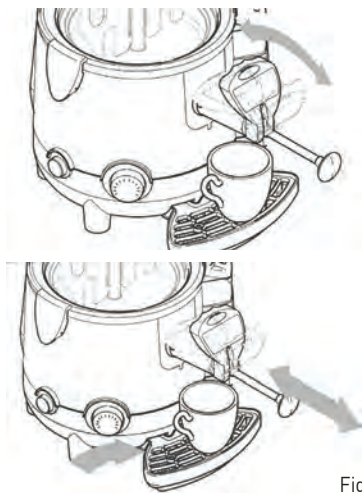

Fig. 1
- Если горячий шоколад наливается слишком медленно, рекомендуется максимально выдвинуть рычаг; для устранения закупорок в дозаторе, следует несколько раз потянуть и нажать на рычаг в свою сторону и от себя, без выключения устройства (смотрите: Рис. 1).
**Внимание! Опасность ожогов! Во время работы не трогать крышку контейнера (1) или контейнера (2), т.к. они очень нагреваются. Крышку контейнера (1) следует всегда поднимать за ручку.**